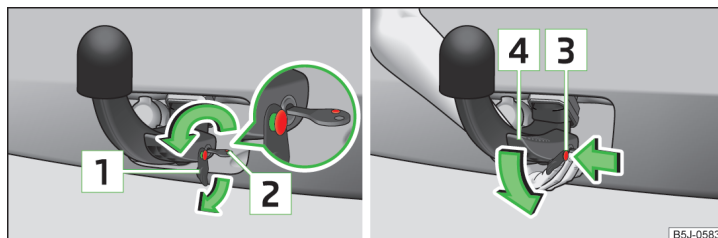

Fig. 122 Deblocarea manetei de operare a tijei cuplei / slăbiți tija cuplei
- Scoateți capacul **1** » fig. 122 de pe încuietoarea tijei cuplei în sensul săgeții.